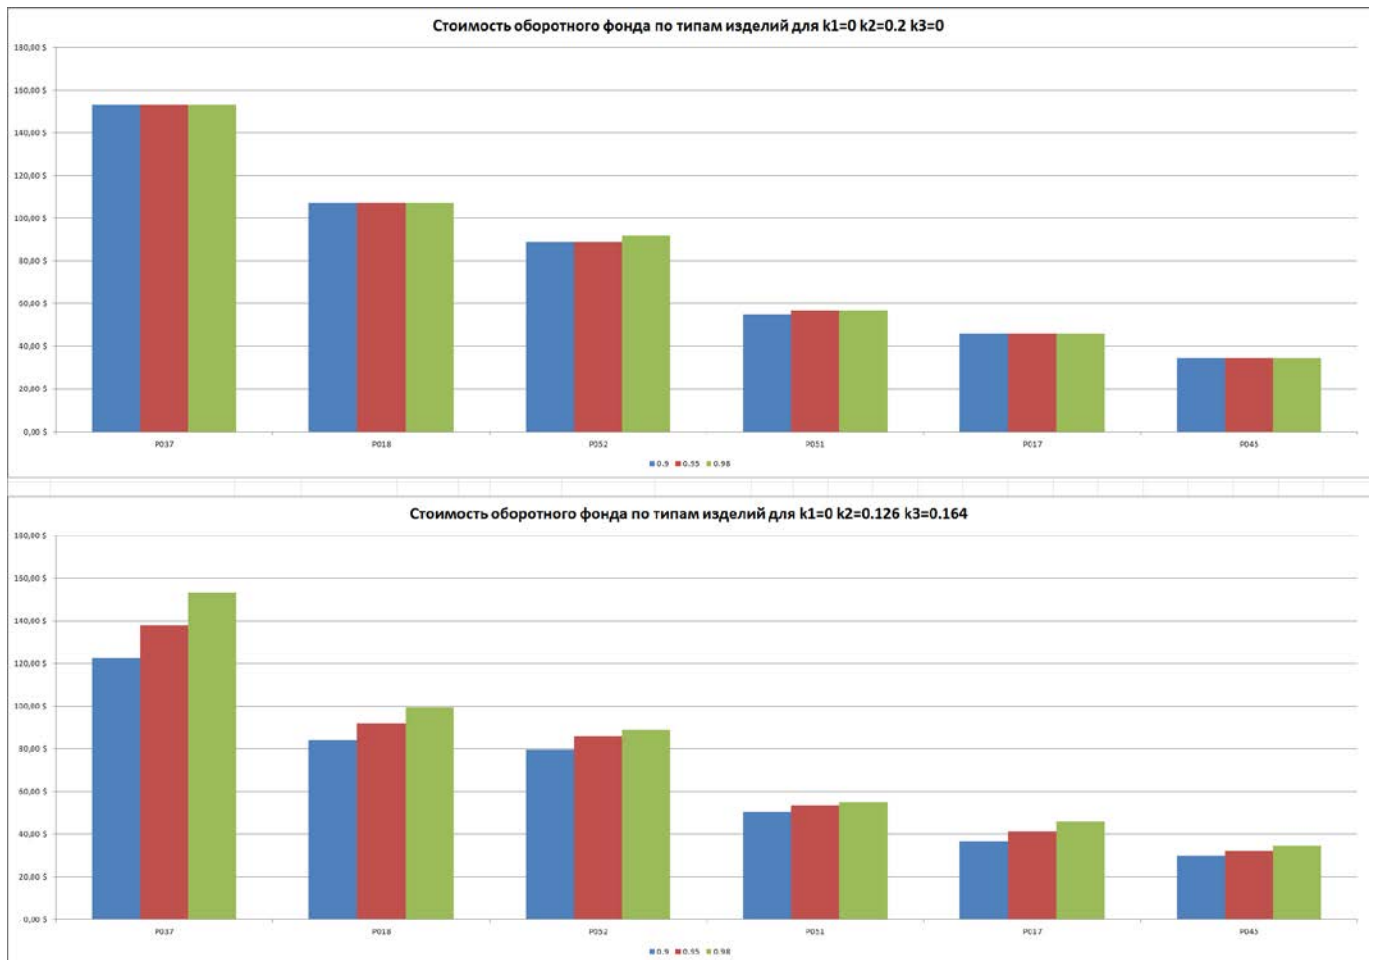

Рис. 10-258 – Стоимость оборотного фонда по типам изделий (отдельная диаграмма для каждого набора уровней риска)
В таблице отчета приведены данные для каждого компонента и групп компонентов по категории их значимости (рис. 10-256 и рис. 10-258).
Таблица включает два вида данных: в левой ее части (рис. 10-256) выводятся исходные данные по каждому компоненту, а в правой (рис. 10-258) – расчетные значения количества и стоимости по отдельным компонентам и категориям значимости. Таблица содержит следующие столбцы:
- для каждого заданного значения КгЗИП (рис. 10-258):
Если при расчете задано несколько вариантов значений уровней риска, то для каждого из них результаты будут выведены в дополнительных столбцах таблицы (рис. 10-258).
Из расчета видно, что потребность в запчастях возрастает с увеличением заданного значения коэффициента готовности МТО. Компоненты в таблице следуют в порядке уменьшения стоимости или объема оборотного фонда данного типа компонента, в зависимости от условия оптимизации расчета (см. колонки «Требуемое количество» и «Полная стоимость» в начале правой части таблицы – рис. 10-258).